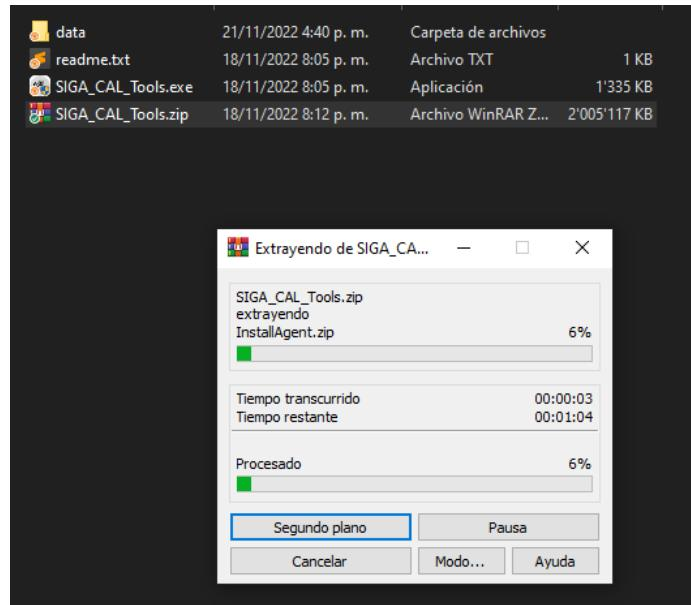

Figura 2-1 Descompresión de archivo ejecutable
1. Descomprima el archivo SIGA_CAL_Tools.zip en la carpeta de su preferencia (ver Figura 2-1)